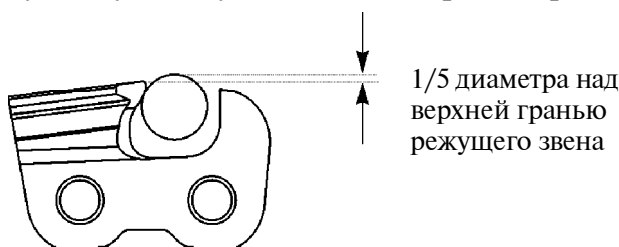
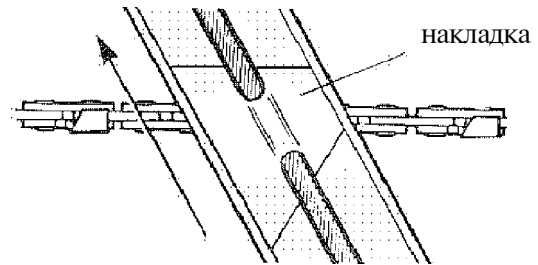

Рисунок 2.14 - Положение напильника при заточке цепи
Рисунок 2.15 - Положение накладки при заточке цепи
2.11.1.1 Для заточки непосредственно на бензопиле необходимо хорошо натянуть пильную цепь на шине. Заточку производить круглым цилиндрическим напильником диаметром 5,5 мм. Следить за тем, чтобы 1/5 часть (20%) диаметра напильника всегда выступала над верхней гранью режущего звена, см. рисунок 2.14. Самый простой способ удержания напильника в таком положении - это применение специальной направляющей накладкой, см. рисунок 2.15, которая позволяет выдерживать режущий угол и угол заточки верхней грани.